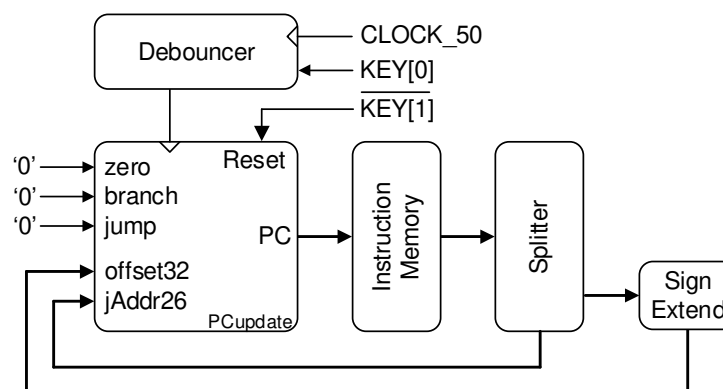

Figura 6. Diagrama mostrando os blocos, e respetivas interligações, a implementar nesta aula.
1. Use o ficheiro VHDL "MIPS\_SingleCycle.vhd" disponível no moodle de AC1 e complete-o de modo a instanciar e interligar a memória de instruções, o módulo de atualização do PC, o extensor de sinal e o módulo de separação dos campos da instrução (ver Figura 6). O sinal de *clock* deve ser ligado, através do *debouncer*, a um pulsador (**KEY[0]**) da placa de desenvolvimento. O sinal de *reset* deve ser ligado à tecla **KEY[1]** (não se esqueça de inverter este sinal).